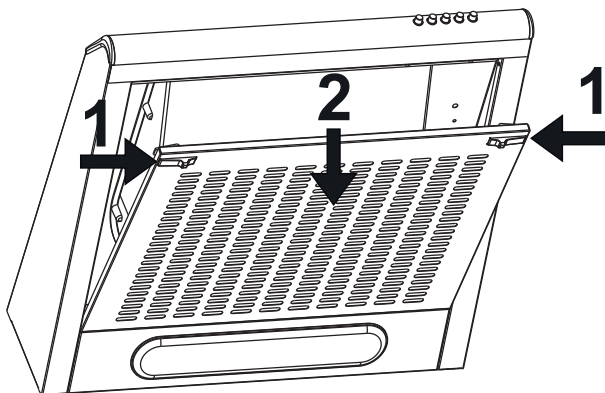
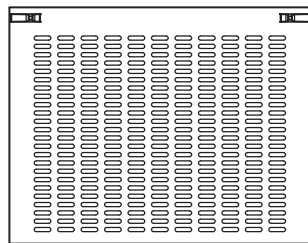

Рис. 8
Рис. 10
Для зняття перфорованої решітки (рис.8) слід звести замки **1** і потягнувши на себе вниз **2**, зняти її. Установка фільтра виконується у зворотному порядку.
- зняти перфоровану решітку **1** (рис.8), формат решіток вказано на (рис.10);